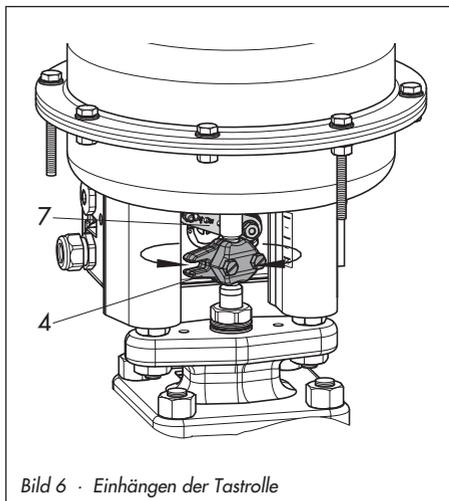

Bild 6 · Einhängen der Tastrolle
4. Orientare la leva (fig. 6, pos. 7) verso il basso in direzione opposta alla forza delle molle e ruotare entrambe le fascette del giunto in modo tale che il rullo della